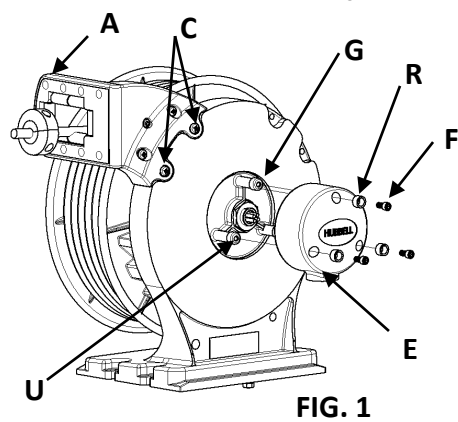
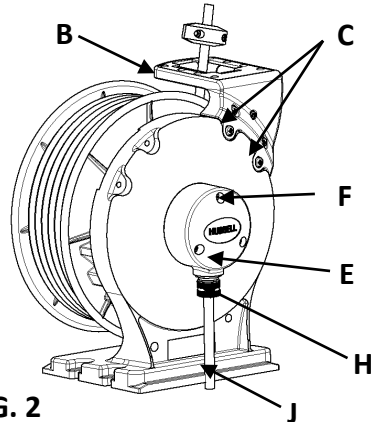

FIG. 1
FIG. 2
- Configure reel for side electrical cable dispensing (Fig. 1, "A") or top electrical cable dispensing (Fig. 2, "B") by removing (2) screws "C". Determine new guide arm location. Position Guide Arm to reel and secure it with (2) screws "C".
- Remove junction box cover "E" by loosening (3) 1/4-20 screws "F" (Fig. 1) with 3/16" Hex key, reserve gaskets "G" and water plug "R" for reuse, DO NOT remove (3) water plug "U" capping on (3) screw bosses.
- Put the gasket "G" back on the junction box, make sure the water plug "U" capping is still on (3) screw bosses, secure the cover "E" back to the junction box with (3) screws "F" and water plug "R" (Fig. 2), torque 15-20 lb•in [1.7-2.3 N•m]
- Configurer l'enrouleur en prévision d'une sortie latérale (Fig. 1, "A") ou par le haut (Fig. 2, "B") du câble électrique en enlevant les (2) vis "C". Déterminer la position du guide. Fixer le support guide à l'enrouleur et remettre les (2) vis "C".
- Retirer le couvercle "E" de la boîte de jonction en desserrant les (3) vis 1/4-20 "F" (Fig. 1) au moyen d'une clé hexagonale de 3/16 po, conserver les joints d'étanchéité "G" et le bouchon d'eau "R" pour usage ultérieur. **NE PAS** retirer les capuchons des (3) bouchons d'eau "U" des (3) bossages de vis.
- Remettre en place le joint d'étanchéité "G" sur la boîte de jonction, les capuchons des (3) bouchons d'eau "U" **sont toujours** sur les (3) bossages de vis, fixer le couvercle "E" à la boîte de jonction avec les (3) vis "F" et le bouchon d'eau "R" (Fig. 2), serrer à un couple de 1,7-2,3 N•m.
- Configure el carrete para el suministro de cable eléctrico lateral (Fig. 1, "A") o el suministro del cable eléctrico superior (Fig. 2, "B") Removiendo los (2) tornillos "C". Determine la nueva ubicación del brazo guía. Coloque el brazo guía en el carrete y asegúrelo con los (2) tornillos "C".
- Retire la tapa de la caja de empalmes "E" aflojando los (3) tornillos 1/4-20 "F" (Fig. 1) con una llave hexagonal de 3/16", guarde los empaques "G" y el tapón de agua "R" para reutilizarlos, no quite el tapón de agua "U" (3) que se fija con los (3) tornillos maestros.
- Vuelva a colocar la empaquetadura "G" en la caja de empalmes, asegúrese de que los tapones de agua "U" todavía estén en los (3) tornillos maestros, fije la tapa "E" de nuevo a la caja de empalmes con (3) tornillos "F" y el tapón de agua "R" (Fig. 2), apriete a 15-20 lb • in [1.7-2.3 N • m].